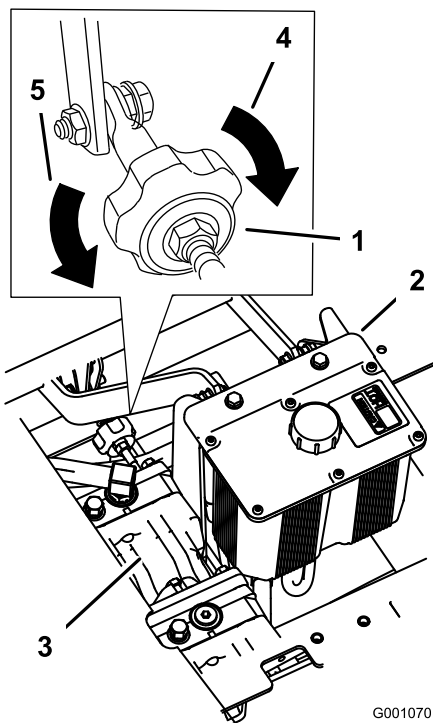

Figure 71
2. Réglez la longueur de la tige de pompe en tournant le bouton dans le sens voulu, jusqu'à ce que la roue soit immobilisée ou tourne légèrement en marche arrière (Figure 71).